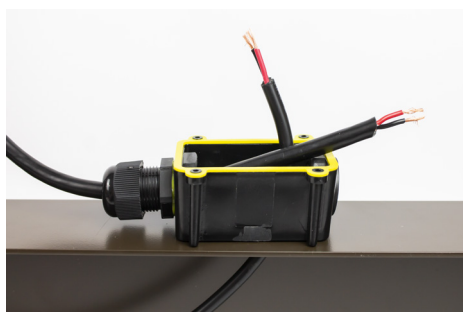

Figura 2.
- Introduzca los cables en el conector de empalme en línea y sujete las palancas. (Figura 2 y 3)